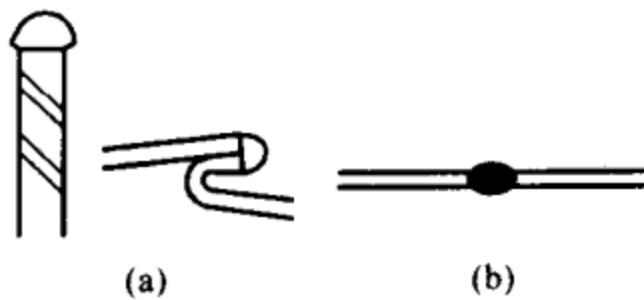

图 1-10 碳模隔离熔焊接头形状
3) 操作过程: ①准备工作同“(3) 焊接操作过程”的 1)、和 3); ②将清理好的铝线扭紧剪齐并涂上用蒸馏水调成糊状的焊剂 (牌号为铝焊粉 401); ③接通电源将模加热发红稳定后移至焊头上方约 1~1.5cm, 见焊头熔化向下淌的瞬间迅速将模移开即可, 采用此法焊成的并接焊头形状如图 1-10 (a) 所示;
④如果导线需要对焊, 可视导线的规格在石墨块 (也可用碳刷) 上制成一个截面为 $1.2a \times 1.2b$ 的 U 形槽 (a 、 b 分别为导线的宽度、厚度), 将清理好的导线放入槽内, 导线间留有 2~3mm 空隙, 空隙处放入焊料, 然后涂上焊剂接通电源进行焊接, 采用此法焊成的对接焊头形状见图 1-10 (b) 所示; ⑤焊后的接头须用热水进行认真的清洗。
(6) 碳模电阻熔焊法焊接时应注意以下几点: